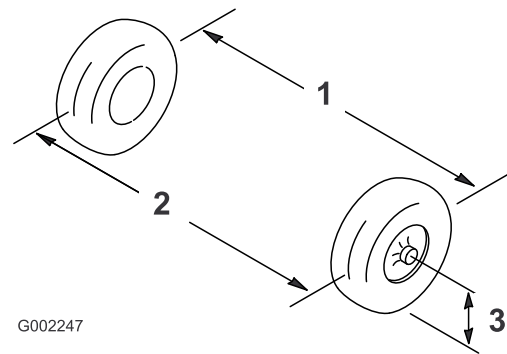

Figure 52
2. Mesurez la distance entre les roues avant à hauteur d'essieu, à l'avant et à l'arrière des roues (Figure 52).